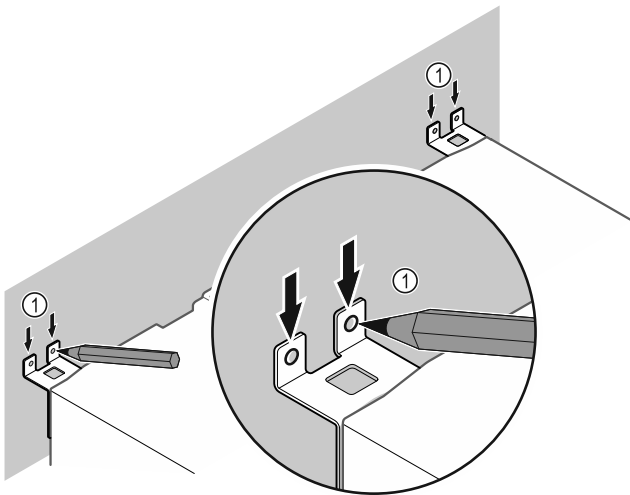

Fig. 52
- ▶ Сделайте метки на стене Fig. 52 (1).